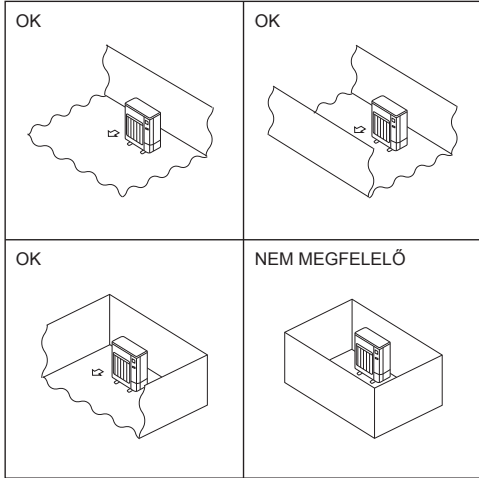

Fig. 2-2
- Ⓑ A kültéri egységeket olyan helyre kell felszerelni, ahol legalább a négy oldal egyike nyitott, és kellően nagy, bemélyedések nélküli tér áll rendelkezésre. (Fig. 2-2)